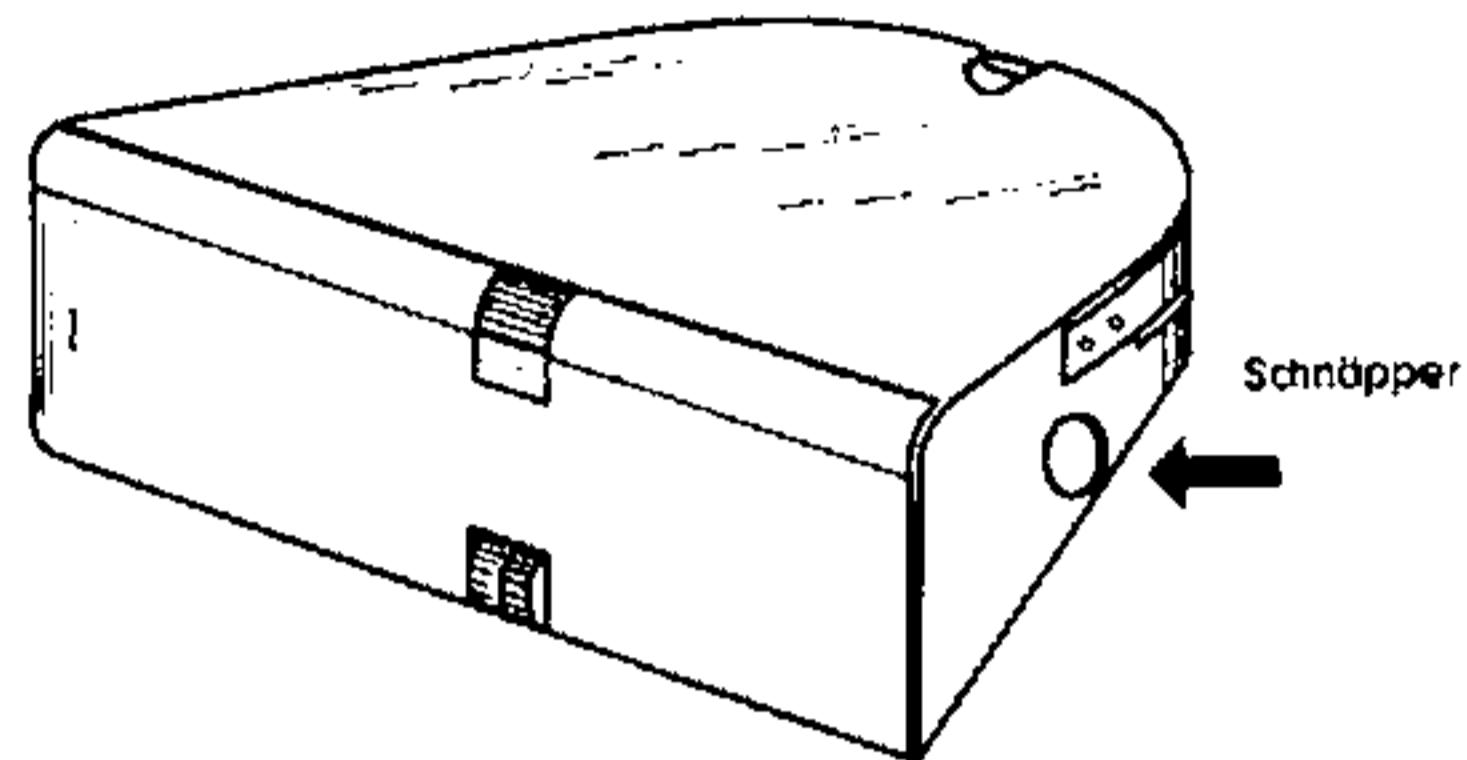

Bild 1
1. Batteriekasten nach Hineindrücken der seitlich vom Gehäuse angebrachten Schnäpper abnehmen (Bild 1).